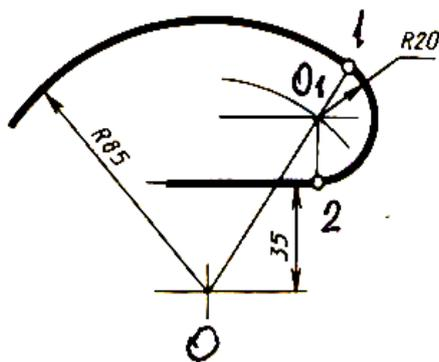

Рисунок 26 – Сопряжение дуги с прямой
**4) Сопряжение дуги окружности с прямой, расположенной внутри дуги (рисунок 26)**